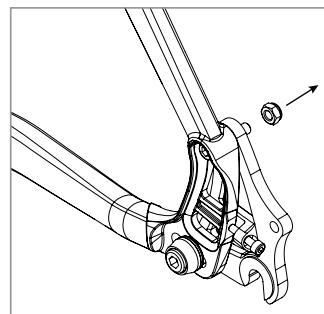

Figure 4
1. Retirer l'écrou utilisé pendant le transport de la vis pivot supérieure du côté sans chaîne. Réserver cet écrou comme pièce de rechange pour l'écrou du côté chaîne (figure 4).